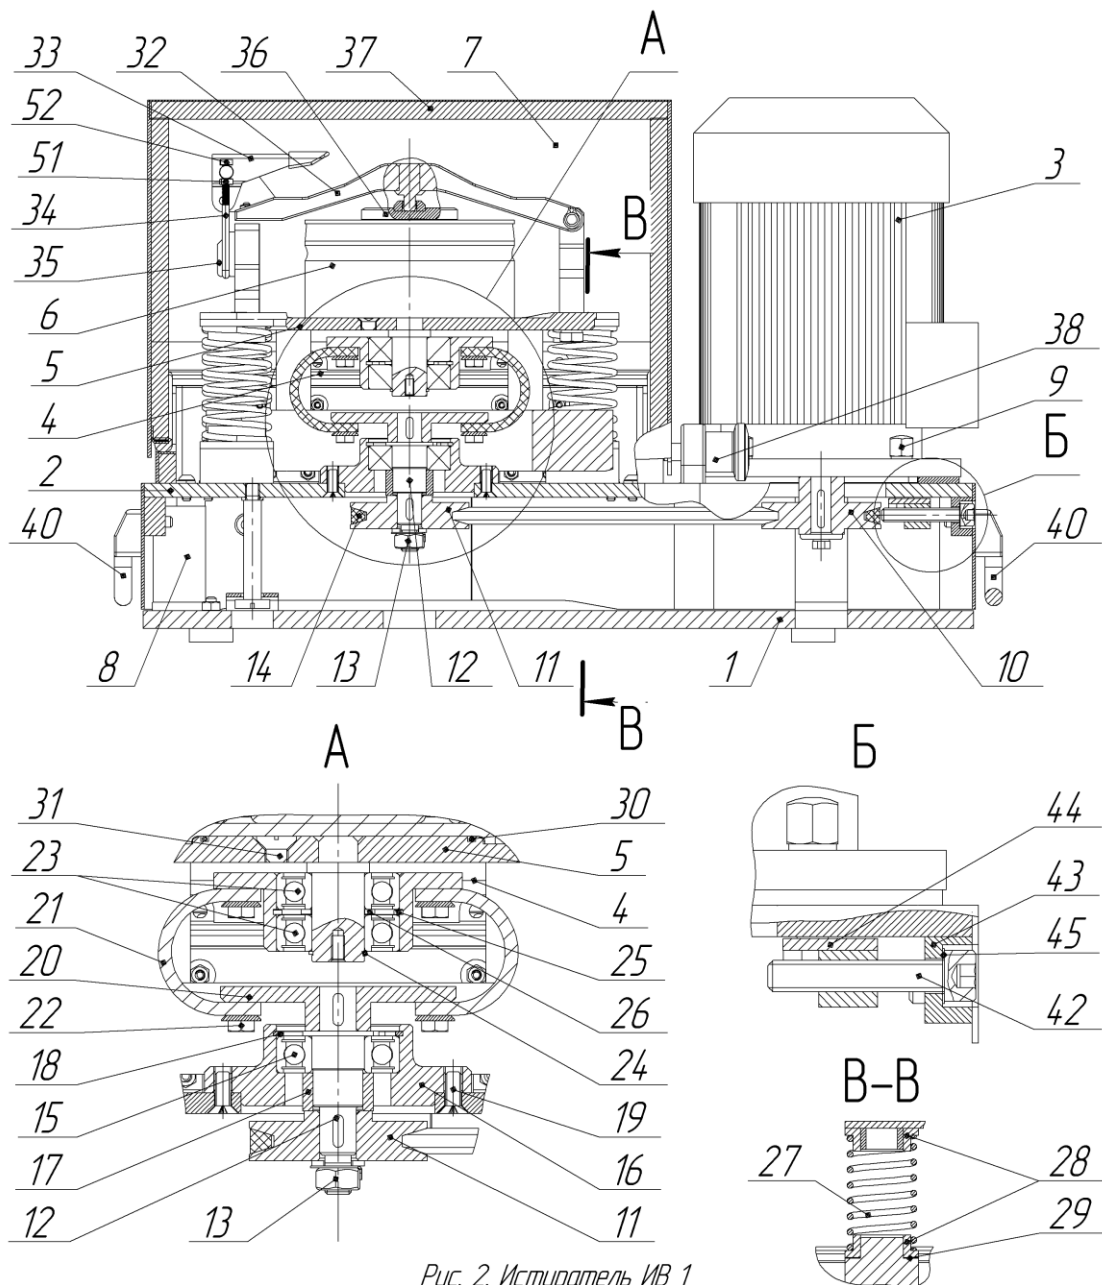

Рис. 2. Истиратель ИВ 1
3.2.1 Замену подшипников дебаланса производите следующим образом (Рис. 2):
3.2.2 Замену подшипников вала полумуфты производите следующим образом (Рис. 2):
3.3 Регулировка натяжения клинового ремня (Рис. 2):